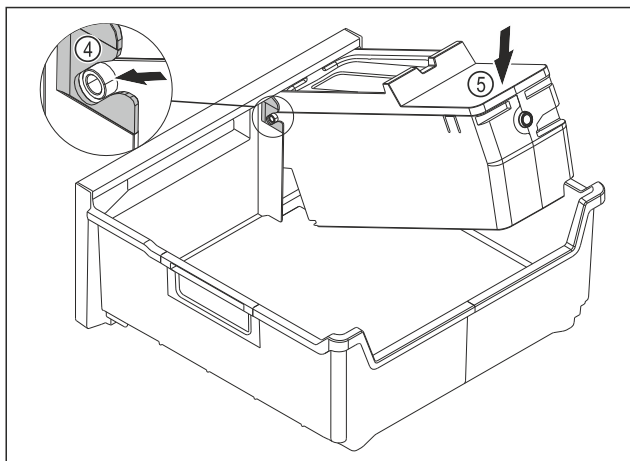

Fig. 86
- ▶ Montering af EasyTwist-Ice-legemet: Skub EasyTwist-Ice-legemets akser ind i føringerne Fig. 86 (4).
- ▶ Tryk EasyTwist-Ice-legemet Fig. 86 (5) ned bagtil.